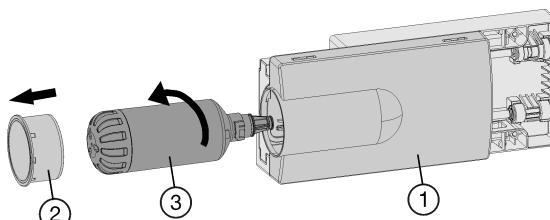

Fig. 7
- Dado el caso, extraiga el cajón Fig. 7 (1).
- Retire la tapa del filtro Fig. 7 (2).
- Gire el filtro de agua Fig. 7 (3) unos 100 ° hacia la izquierda y retírelo.